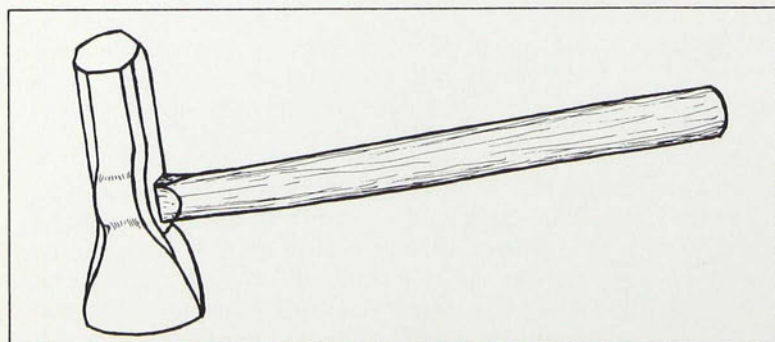

Figure 30. Masse à panne droite.
22.5 cm et porte l'inscription « 48/WARREN/MADE IN U.S.A. ». C'est un instrument qui sert à couper le fer (fig. 30).